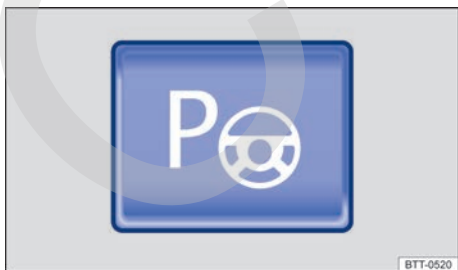
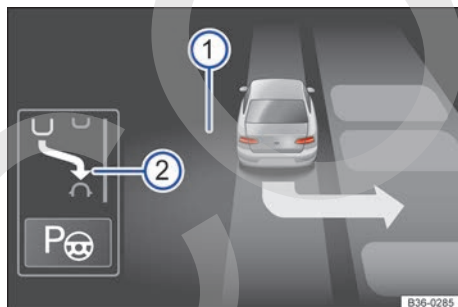

Fig. 208 En la parte superior de la consola central: tecla para conectar el sistema de aparcamiento asistido.
Fig. 210 En la pantalla del cuadro de instrumentos: visualización del sistema de aparcamiento asistido con visualización reducida.
Los componentes del sistema de aparcamiento asistido son los sensores de ultrasonido situados en los paragolpes delantero y trasero, la tecla **Ps** → fig. 208 para conectar y desconectar el sistema y las indicaciones en la pantalla del cuadro de instrumentos.
Tras activar el sistema de aparcamiento asistido y tras detectarse un hueco de aparcamiento, en la pantalla del cuadro de instrumentos se propone un modo de aparcamiento. El sistema de aparcamiento asistido selecciona el modo de aparcamiento automáticamente. El modo seleccionado se muestra en la pantalla del cuadro de instrumentos → **fig. 210**. También se muestra la visualización reducida de otros modos de aparcamiento posibles → **fig. 209**. Si el modo seleccionado por el sistema no se corresponde con el modo deseado, se puede seleccionar otro modo pulsando de nuevo la tecla **P_{PR}** → **fig. 208**. ▶
2.	Ponga el motor en marcha → pág. 200. Pulse la tecla P_{REV} → fig. 208.